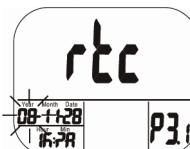

Abb. 13: Einstellen der Jahreszahl
- Drücken Sie die SET-Taste, um in den P3.1-Modus zu gelangen. Links unten blinkt die aktuell eingestellte Jahreszahl (Abb. 13). Drücken Sie die ▲-Taste oder die MIN/MAX▼-Taste, um die Jahreszahl zu ändern.